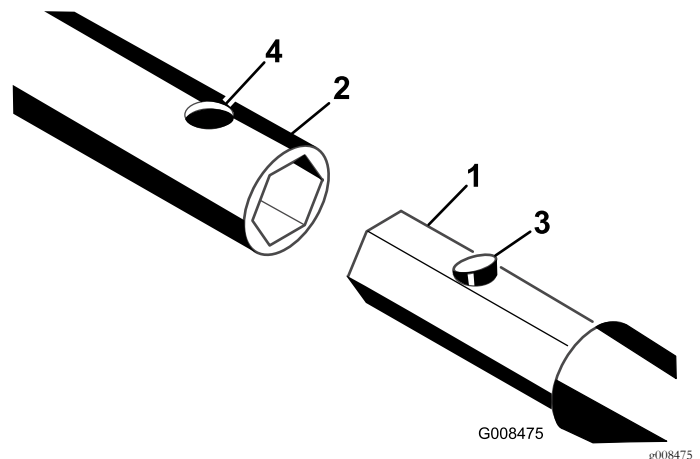

Figura 3
2. Fate scorrere il tubo d'innesto a sezione esagonale di un'asta, una punta di perforazione o di un alesatore nell'attacco. Allineate il foro sull'attacco al pulsante di aggancio (Figura 3).
3. Premete il pulsante di aggancio e spingete il tubo d'innesto nell'attacco fino a quando il pulsante non si inserisce nel relativo foro (Figura 3).